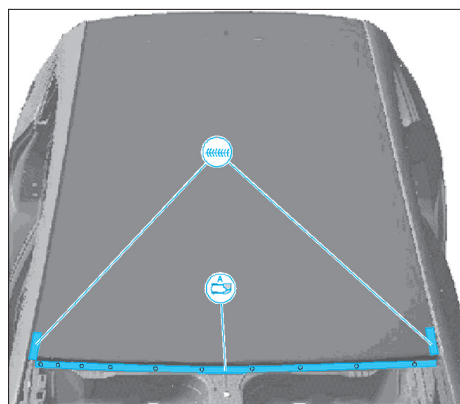

FIG. 51
- Souder le pavillon sur la traverse (soudure par points) (Fig.51).